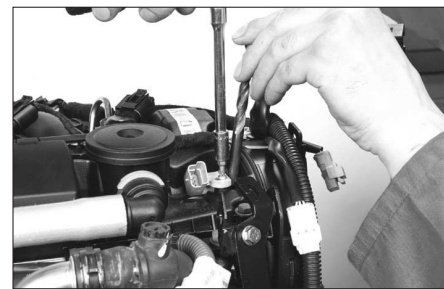

FIG. 71
- monter le capteur de position d'arbre à cames (arbre à cames pigé avec l'outil [10]). Le capteur neuf doit être mis en butée sur la cible de la poulie et le capteur réutilisé doit être mis en butée contre une pige (un foret par exemple) de 8,5 mm de diamètre (Fig.71).